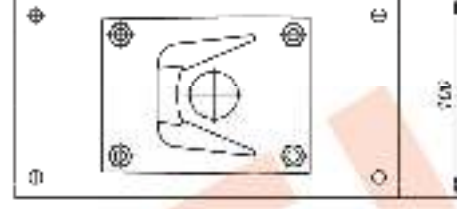

Рис.3 Монтажные шары (C-1 на опору (фигуру или квадратную))
1. Кронштейн KC-1 для крепления IP-видеокамеры ТВК-90 IP на опоры $\varnothing; \square = 115 \times 135 \text{ мм}$ (другой размер – под заказ). Монтаж кронштейна см. рис.3;